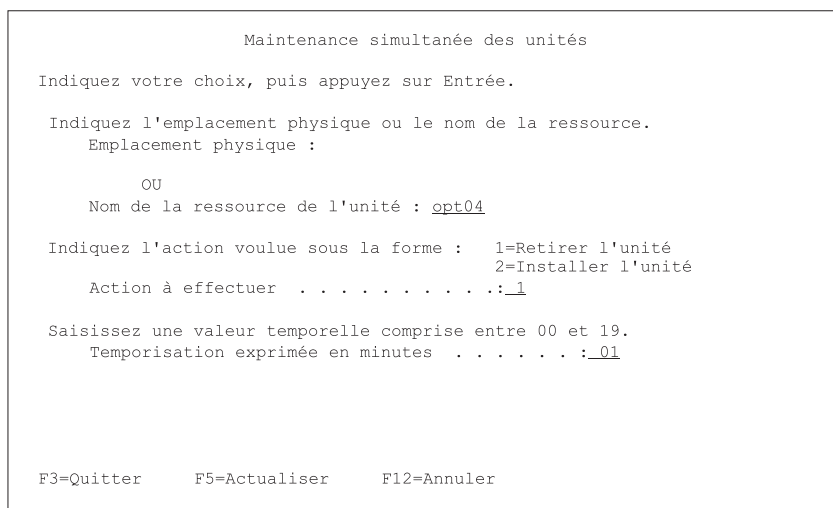

Figure 37. Exemple de l'écran Device Concurrent Maintenance
- i. Dans l'écran HSM, sélectionnez **Device Concurrent Maintenance**, puis appuyez sur **Entrée**. La figure 37 fournit un exemple de cet écran.